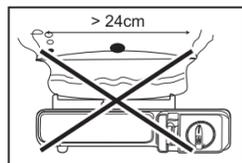

Fig. 3
- Не используйте для данной печи кастрюли и прочие емкости, диаметр дна которых превышает 24 см (смотрите рис.3).